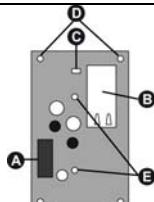
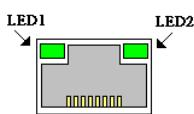

Fig. 1
Fig. 5
- PER ARMADIO PLASTICO: fissare con le viti in dotazione in corrispondenza dei **fori D** (fig.1)
- PER ARMADIO METALLICO: fissare con le viti e distanziali in dotazione in corrispondenza dei **fori E** (fig.1)
- Inserire il cavo Flat 10 vie nel connettore polarizzato in posizione A (fig.1)
- Inserire il cavo Ethernet LAN sul connettore RJ45 indicato con B (fig.1)
Se la Rete è presente il **LED 1** (fig.5) rimane fisso e il **LED 2** (fig.5) lampeggia per indicare lo scambio dati.
Sulla scheda il **LED C** di fig.1 sarà acceso per indicare lo stato di LINK.
Se la Rete non è presente o il cavo non è inserito correttamente dopo l'inizializzazione il **LED 2** (fig.5) lampeggerà per qualche secondo con colore **Ambra**.
- FOR PLASTIC CABINET: fix it with the supplied screws according to the holes **D** (fig.1)
- FOR METALLIC CABINET: fix it with the supplied screws and spacers according to the holes **E** (fig.1)
- Insert the Flat 10 cable into the polarized connector in position **A** (fig.1)
- Insert the Ethernet LAN cable into the RJ45 connector shown in **B** (fig.1)
If the network is available, the **LED 1** (fig.5) remains on and the **LED 2** (fig.5) flashes to indicate data exchange. On the card, the **LED C** of fig.1 will be on to indicate the LINK status.
If the network is not available or the cable is not correctly inserted after start-up, the **LED 2** (fig.5) will flash **amber-coloured** for a few seconds.